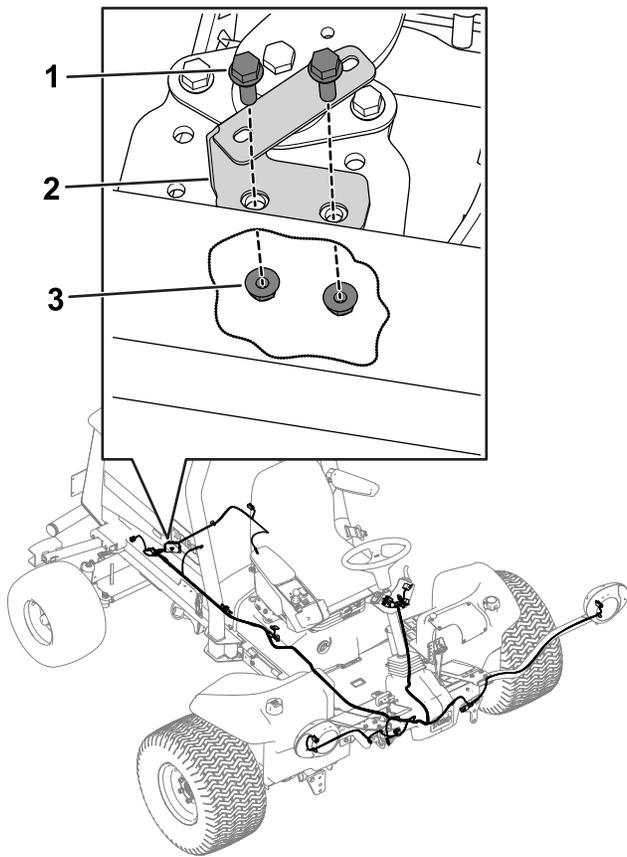

Figura 15
2. Utilize dois parafusos flangeados (5/16 pol. x 1 pol.) e duas porcas flangeadas (5/16 pol.) para fixar a montagem do bloco de fusíveis à estrutura da montagem do motor no lado direito da máquina (Figura 15).